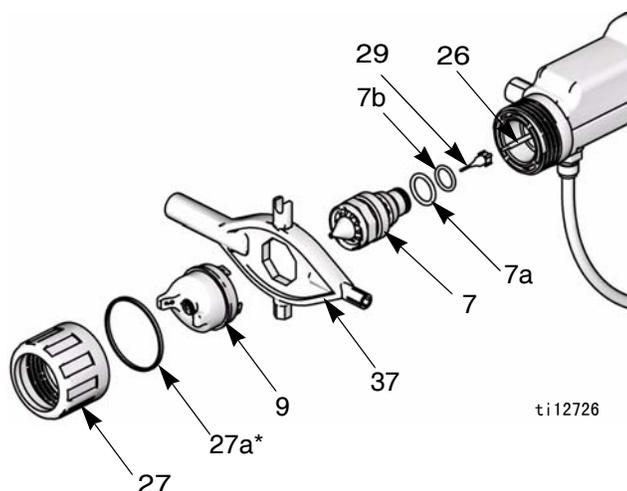

图 13. 更换空气帽 / 喷嘴
3. 卸下锁紧环 (27) 和空气帽 (9)。见图 13. 页
4. 用多用工具 (37) 拆卸流体喷嘴组件 (7) 时让喷枪朝上并挤压扳机。
3. 拧下流体枪针 (29)。握牢密封杆末端 (26) 以防其转动，图 13.